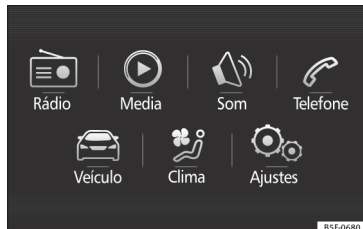

Fig. 40 Easy Connect: Menu principal.
- Pressione o botão **(MENU)** do sistema e, em seguida, o botão de função **(Veículo)** » Fig. 40, ou o botão **(CAR)** do sistema, para ir para o menu **Veículo** » Fig. 41.